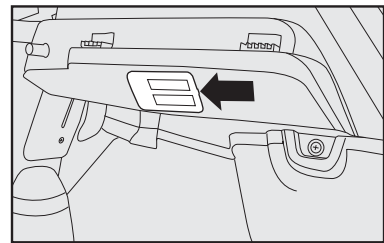

fig. 28
- Saque el transparente, haciendo palanca con un destornillador en el punto indicado por la **flecha-fig. 28**;